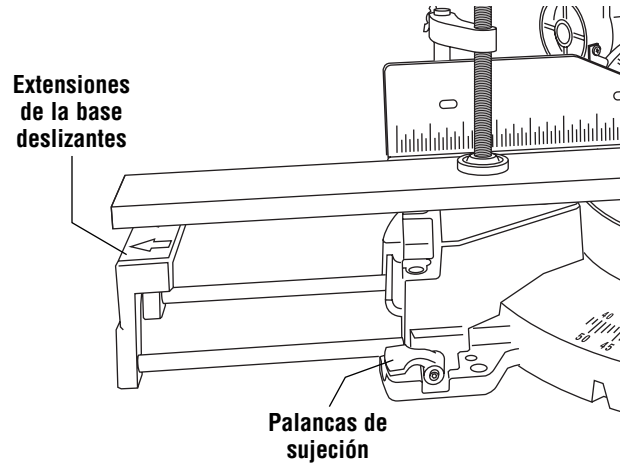

Figura 2. Extensiones de la base deslizantes
**Extensiones de la base deslizantes** – Estas extensiones proporcionan soporte adicional a la pieza de trabajo y son sumamente útiles cuando se cortan piezas largas. Para posicionar las extensiones sólo suelte las palancas de sujeción de las extensiones de la base, ajuste las extensiones y vuelva a fijar las palancas (Figura 2).